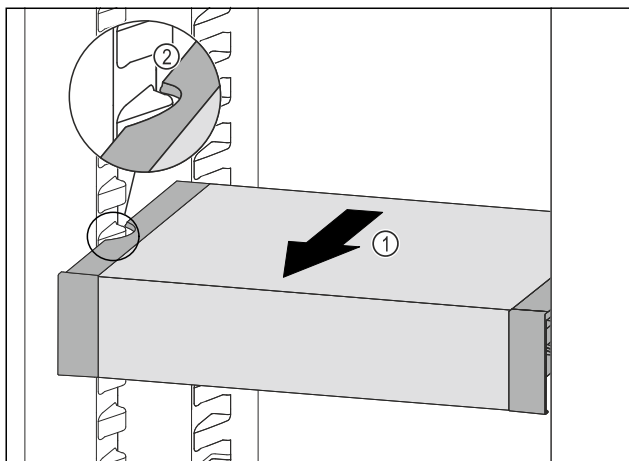

Fig. 216
- Tërhiqni VarioSafe për nga përpara Fig. 216 (1), derisa foletë anësore të VarioSafe të jenë në lartësinë e brinjëve të kutisë në pjesën e ftohjes. Fig. 216 (2)